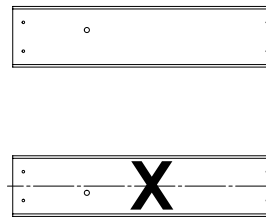

Abb. 19.2
- E:** Wechseln Sie Farben und Formen ab und befestigen Sie je einen Klettergriff an allen (9485) Klettersteinbrettern. Verwenden Sie hierfür je eine (PB2) 1/4 x 1-1/4" (6,4 x 31,8 mm) Flachkopfschraube (mit Sicherungsscheibe, Unterlegscheibe und Hülsenmutter) und eine (S10) #8 x 1" (#8 x 25,4 mm) Flachkopfschraube pro Klettergriff. Die (S10) Flachkopfschraube muss in die Bohrung direkt unter der (PB2) Flachkopfschraube eingeführt werden. Sie sorgt dafür, dass sich der Klettergriff nicht dreht. (Abb. 19.2, 19.3, 19.4 und 19.5)